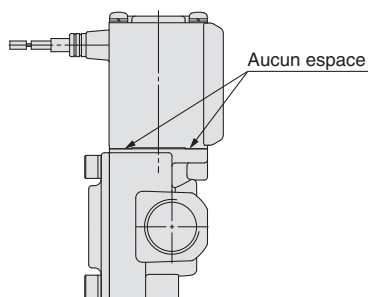

Fig. 1
- 2) Maintenez la bobine contre le corps et serrez les vis d'au moins deux tours en diagonale (Fig. 2) de manière à ne pas laisser le moindre espace entre la bobine et le corps (Fig. 1.)
* Après avoir serré les vis, assurez-vous qu'il n'y a aucun espace entre la bobine et le corps (Fig. 1.)